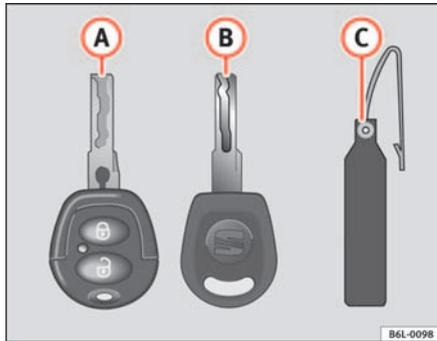

Abb. 45 Schlüsselsatz
- einen Funkschlüssel ⇒ Abb. 45 A mit ausklappbarem Schlüsselbart\*,
Nur anhand der Schlüsselnummer auf dem Kunststoffanhänger ⇒ Abb. 45 B können Schlüssel nachgemacht werden. Deshalb: